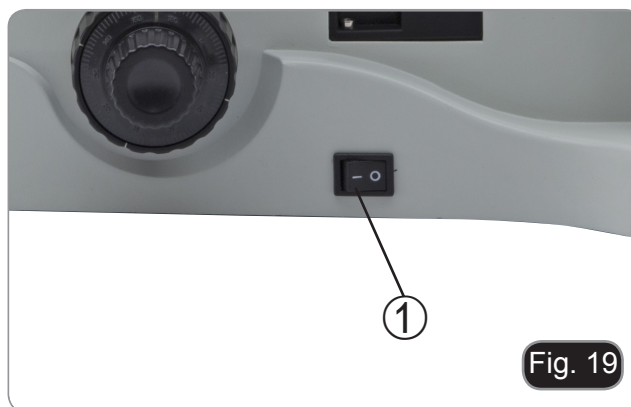

Fig. 19
Mettez l'interrupteur principal ① en position "I" pour allumer le microscope. (Fig. 19)